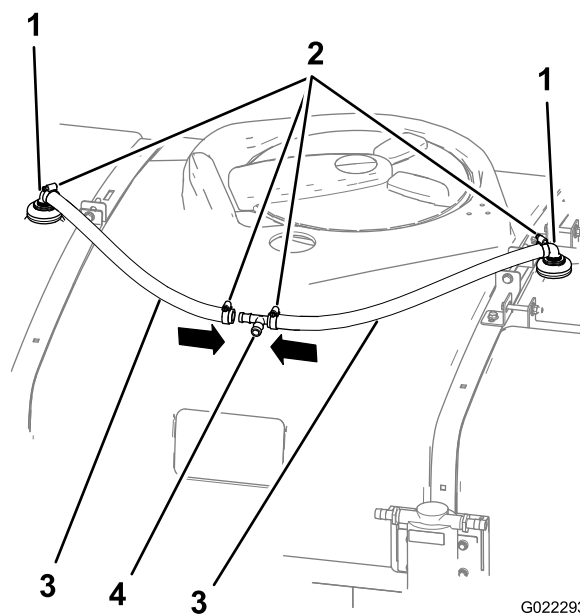

図 10
1. 先ほど取り付けたノズルアセンブリの90° バーブフィッティングのそれぞれに、61 cm ホースを取り付ける；ホースクランプ (2個) を使用する（図 10）。
2. ホースの自由端を、T字フィッティングに接続する；ホースクランプ（2個）を使用する（図 10）。